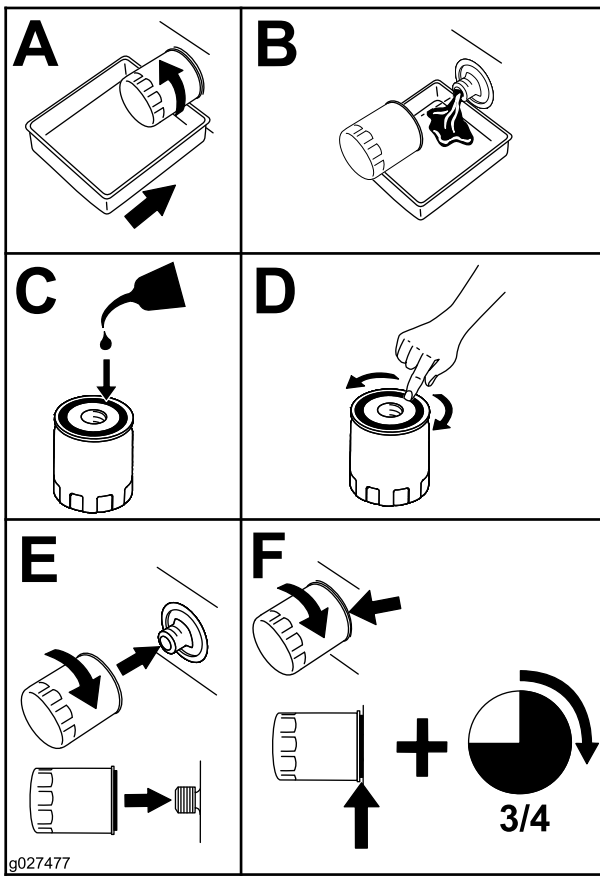

Figure 32
5. Remplacez le filtre à huile moteur (Figure 32).